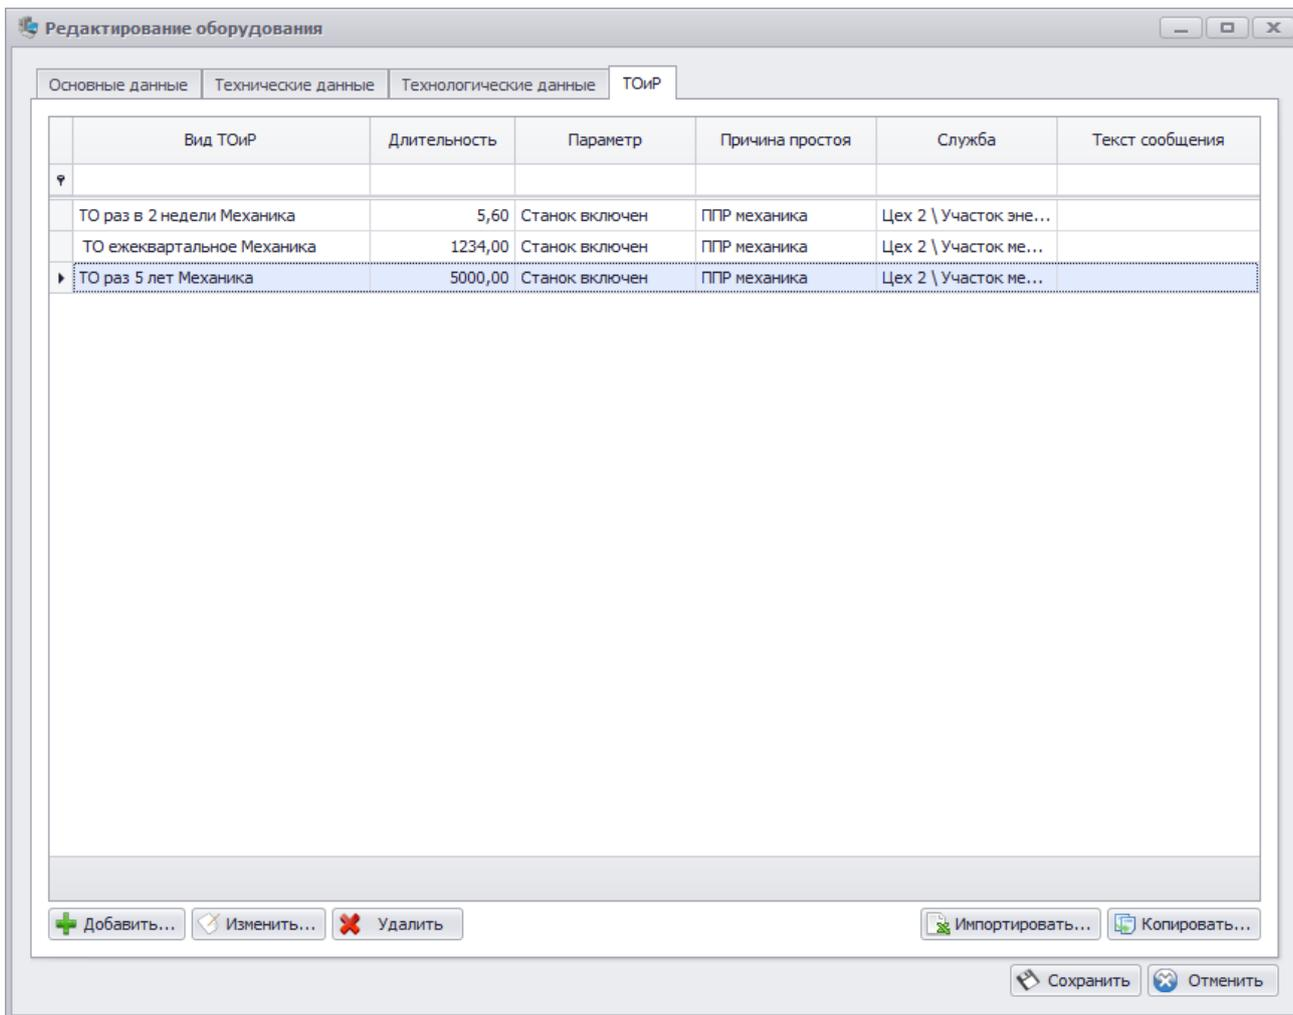

Рис. 2.41. Редактирование оборудования. Вкладка ТОиР
**На вкладке ТО и ППР** (рис. 2.41) задается перечень видов работ по техническому обслуживанию и ремонту, проводимых на данном оборудовании.